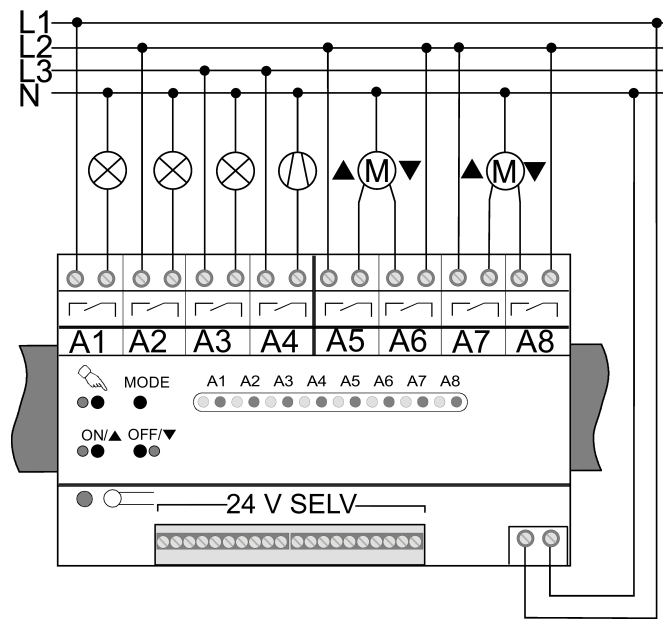

Bild 4: Anschlussbeispiel Netzspannung und Lasten
- Netzspannung an Anschluss (7) anschließen (siehe Bild 4).
- Lasten gemäß Anschlussbeispiel anschließen (siehe Bild 4).